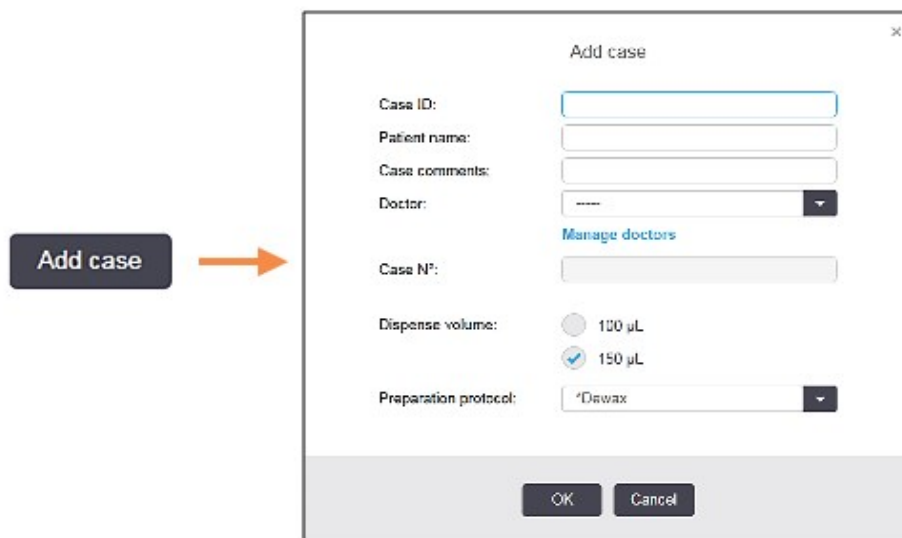

Figure 6-2: Okno dialogowe **Add case** (dodaj przypadek)
1. Kliknąć przycisk **Add case** (dodaj przypadek) na ekranie **Slide setup** (konfiguracja szkiełek), aby wyświetlić okno dialogowe **Add case** (dodaj przypadek) (zob. Figure 6-2).
4. Z listy **Preparation protocol** (protokół przygotowywania) wybrać domyślny sposób przygotowywania szkiełek (zob. Figure 6-2) dla tego przypadku.